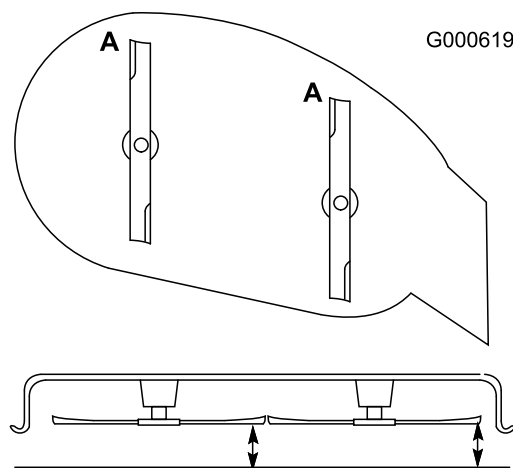

Figure 39
1. Tournez les lames dans le sens longitudinal (Figure 39). Mesurez la distance entre la surface plane et le tranchant (position A) des lames (Figure 39) et notez cette valeur.